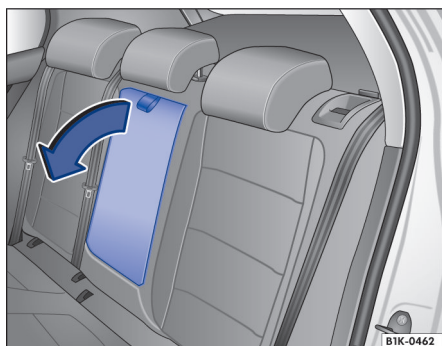

Fig. 82 Descansa-braço central traseiro rebatível.
- Para **rebatar de volta**: rebater o descansa-braço central no sentido contrário da seta → Fig. 82 para cima e pressionar para dentro do encosto do banco até o batente.
- Para **rebatar para frente**: puxar a alça no sentido da seta → Fig. 82.